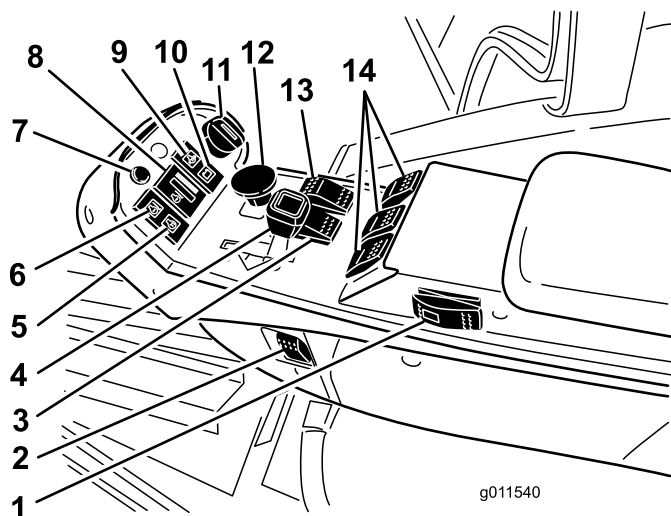

Figure 4
Le voyant de diagnostic (Figure 4) s'allume si un défaut du système est détecté.
Dans des conditions de fonctionnement normales, la jauge (Figure 4) doit se trouver dans le vert. Vérifiez le circuit de refroidissement si la jauge passe au jaune ou au rouge.
Ce témoin (Figure 4) s'allume pour indiquer une baisse de pression dangereuse de l'huile moteur.
Ce témoin (Figure 4) s'allume pour indiquer une défaillance du circuit de charge.
Le commutateur à clé (Figure 4) a trois positions : contact coupé, marche/préchauffage et démarrage.
La commande de PDF (Figure 4) a deux positions : engagée (sortie) et désengagée (rentrée). Tirez sur le bouton de PDF pour engager les lames des plateaux de coupe. Appuyez sur le bouton pour désengager les lames des plateaux de coupe.
Lorsque la vitesse de tonte (lente) est sélectionnée, appuyez de façon continue sur le commutateur du diviseur de débit (Figure 4) pour améliorer la motricité si les conditions d'utilisation sont difficiles.
Ce sélecteur (Figure 4) permet d'augmenter la gamme de vitesse pour le transport de la machine. Les plateaux de coupe ne fonctionnent que dans la gamme haute. De plus, les plateaux de coupe ne peuvent pas être abaissés de la position de transport quand le sélecteur est en position gamme haute. Si le sélecteur est déplacé de la position gamme basse (LO) à la position gamme haute (HI) avec les plateaux de coupe abaissés et/ou la PDF engagée et/ou le régulateur de vitesse engagé, la position HI ne sera pas sélectionnée. Pour que la sélection soit possible, le sélecteur doit être placé à la position "LO" et toutes les exigences doivent être satisfaites.
Ces commandes (Figure 4) permettent de relever et d'abaisser les plateaux de coupe. Poussez les commandes en avant pour abaisser les plateaux de coupe et en arrière pour les relever. Quand vous démarrez la machine, avec les plateaux de coupe abaissés, appuyez sur la commande de relevage pour permettre aux plateaux de coupe de flotter et de tondre.
Déplacez la manette (Figure 4) en avant pour augmenter le régime moteur et en arrière pour le diminuer.
Appuyez sur le bord inférieur de l'interrupteur (Figure 4) pour allumer l'éclairage. Appuyez sur le bord supérieur de l'interrupteur pour éteindre l'éclairage.
Ce témoin (Figure 4) s'allume pour indiquer que les bougies de préchauffage sont activées.
Le témoin (Figure 4) s'allume et les plateaux de coupe s'arrêtent (la PDF est désengagée) si le moteur atteint une température dangereuse. Si la température continue de monter, le moteur s'arrête.